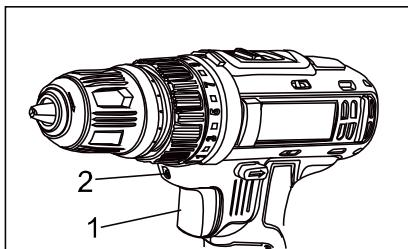

рис.7
Встроенная подсветка (2) включается автоматически при нажатии кнопки включения (1) (рис.7) и автоматически выключается при ее отпускании.